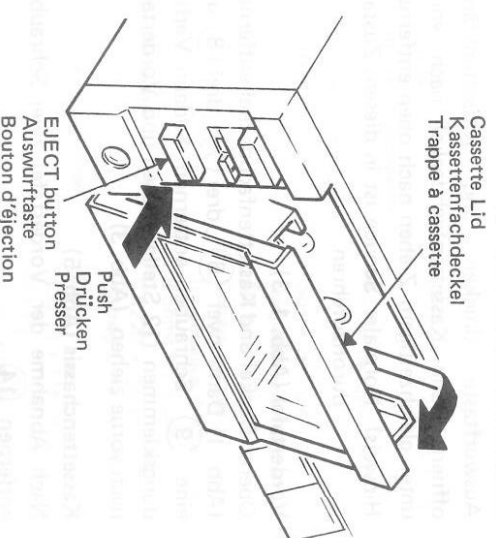

Fig. 2 Abb. 2
- (3) **Cassette lid (Fig. 2)**
- (3) **Kassettenfachdeckel (Abb. 2)**
- (3) **Trappe à cassette (Fig. 2)**